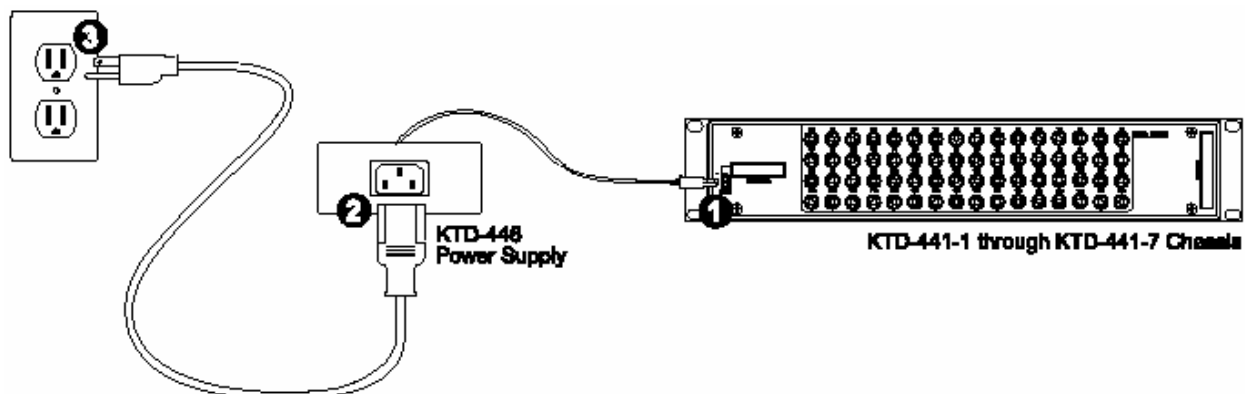

Рис. 20. Схема питания KTD-441.
- Шаг 5).** Подсоедините блок питания KTD-446 к блоку KTD-441, а затем к сети. См. рис. 20.